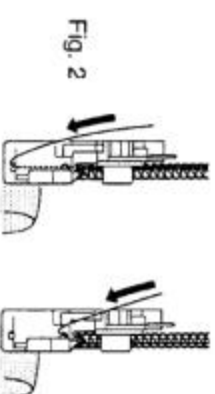

Fig. 3
For inside curves, guide fabric gently with trimming line of the fabric under the right front of the presser foot (or a little to the left), applying pressure at point A in the direction of the arrow with your left hand, and at the same time applying a little opposite pressure at point B with your right hand. Fig. 3.
Lorsque l'angle est arrondi vers l'intérieur, doucement guider le tissu en plaçant celui-ci avec la ligne de coupe en dessous de la partie droite du pied presseur (ou légèrement vers la gauche), pendant que, de la main gauche vous pressez au point A en direction de la flèche, et en même temps, vous opposez légèrement la main droite au point B (Fig. 3).
Para curvas interiores, gire el material suavemente por la línea de sobreñilado del material bajo el pie prensateñas aplicando una presión en el punto A en la dirección de la flecha con su mano izquierda, y al mismo tiempo aplicando una pequeña presión opuesta o contrapresión en el punto B con su mano derecha. Ver Fig. 3.
Per curve interne, guidare delicatamente il tessuto con la linea di taglio del tessuto sotto il fronte destro del piedino pressore (o un poco a sinistra) applicando pressione al punto A nella direzione della freccia con la mano sinistra ed allo stesso tempo applicando una piccola pressione opposta al punto B con la mano destra. Fig. 3
Om een binnenwaartse hoek te naaien, geleid u de stof, met de kniplijn aan de rechterkant van de voet terwijl u de stof bij punt A en punt B, in de pijlrichting drukt. Fig. 3.
FOR JOINING SIDE SEAMS, pass the cord through the rear hole, ensuring it is positioned to the right needle thread. (Fig. 3).
POUR LE MONTAGE DES COTES, passer le fil de renfort dans le trou arrière du pied presseur, en s'assurant qu'il est placé à droite du fil d'aiguille pendant la couture. (Fig. 3).
PARA UNIR COSTURAS LATERALES pasar el cordón a través del agujero posterior, asegurándose de que está presionado junto al hilo de la aguja derecha (Fig. 3).
2. Steek het koorde door een van beide gaatjes in uw naaivoet, zoals afgebeeld op Fig. 2 en Fig. 3, en leg het koorde naar linksachter, onder de voet door.
OM HET KOORDE AAN DE ZIJKANT VAN DE LOCKSTEEL mee te naaien, plaatst u het koorde in het achterste gaatje van de voet. Let op, dat de draad rechts van de rechternaald blijft lopen. (Zie Fig. 3.)